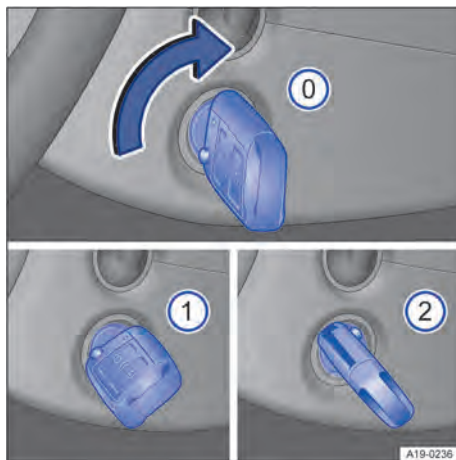

Fig. 130 Ao lado do volante à direita: posições da chave do veículo no cilindro da ignição.
Posições da chave do veículo → Fig. 130:
- ① Ignição desligada. A chave do veículo pode ser removida.
- ① Ignição ligada. O bloqueio da direção pode ser liberado.
- ② Pisar no pedal do freio quando a luz de controle  estiver acesa em verde. Dar partida no motor. Quando o motor tiver começado a funcionar, soltar a chave do veículo. Ao soltar, a chave do veículo retorna à posição → Fig. 130 ①.